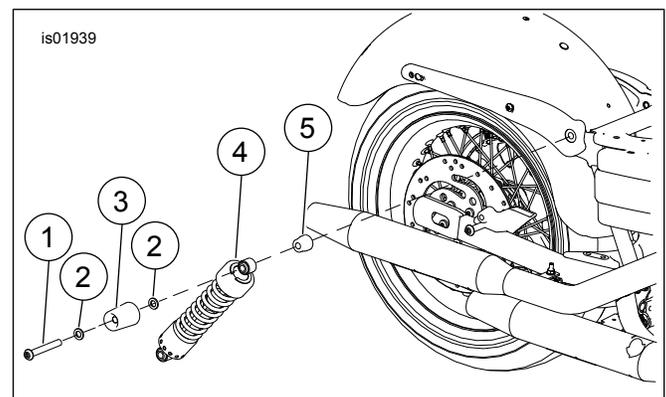

Figura 1. Remoção do amortecedor traseiro original
1. Veja a Figura 1. Remova os parafusos de montagem superior (1) e inferior do amortecedor. Descarte todos os parafusos, o espaçador do amortecedor original (5), todas as arruelas (2) usadas no parafuso superior do amortecedor e descarte a tampa superior cromada do amortecedor (3) nos modelos assim equipados.